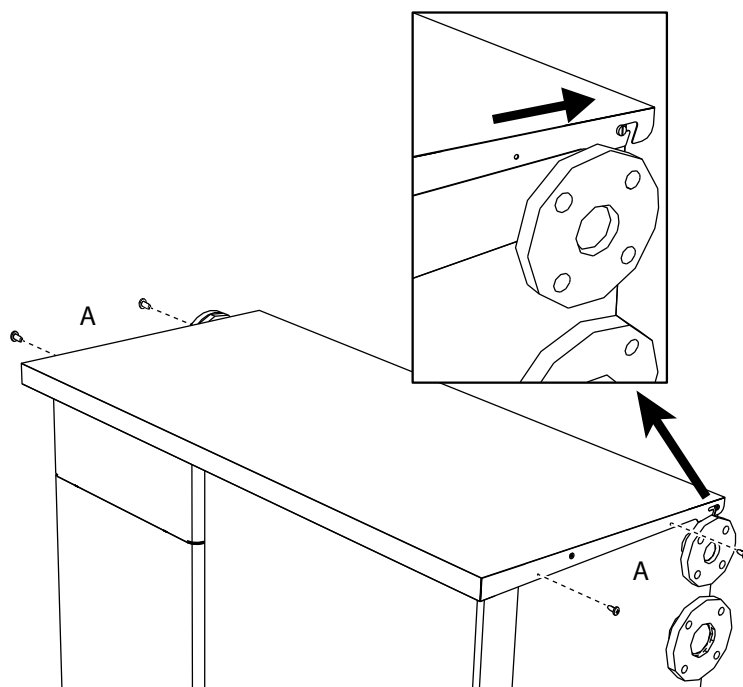

рис. 86- Открытие крышки
2. Сдвиньте крышку назад, чтобы захватить штифт, как показано в выноске на рис. 86.